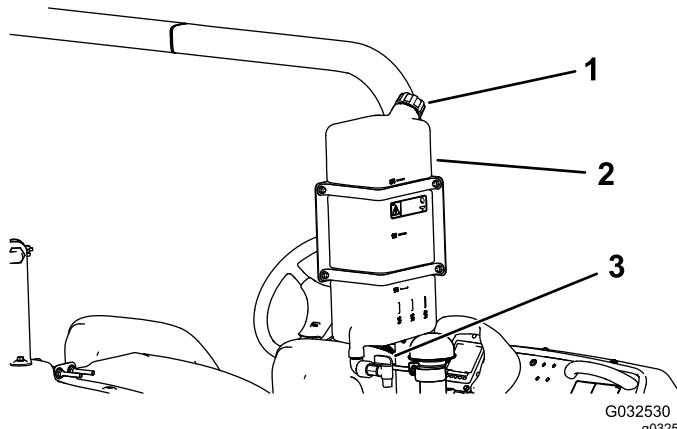

図 29
- タンクに水を入れるには、タンク上面にあるキャップを外し、水を入れて元通りにキャップを取り付けます 図 29。
- コックのレバーをひねれば水が出ます 図 29。